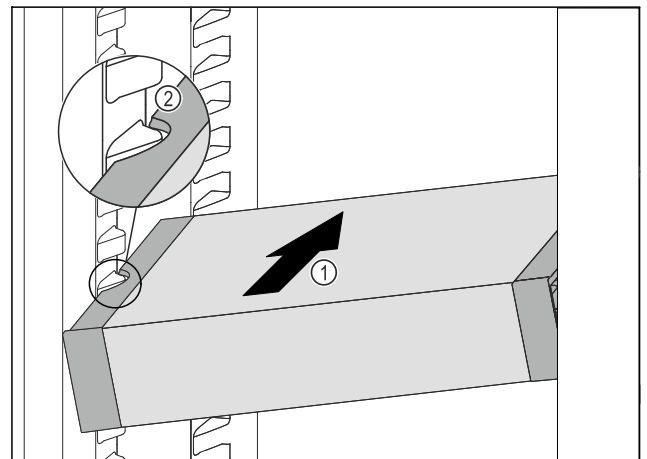

Fig. 89
- ▶ Zasuňte VarioSafe do chladničky pod úhlem tak Fig. 89 (1), aby vybrání na bocích Fig. 89 (2) VarioSafe byla na úrovni žebrování na nádoby v chladničce.